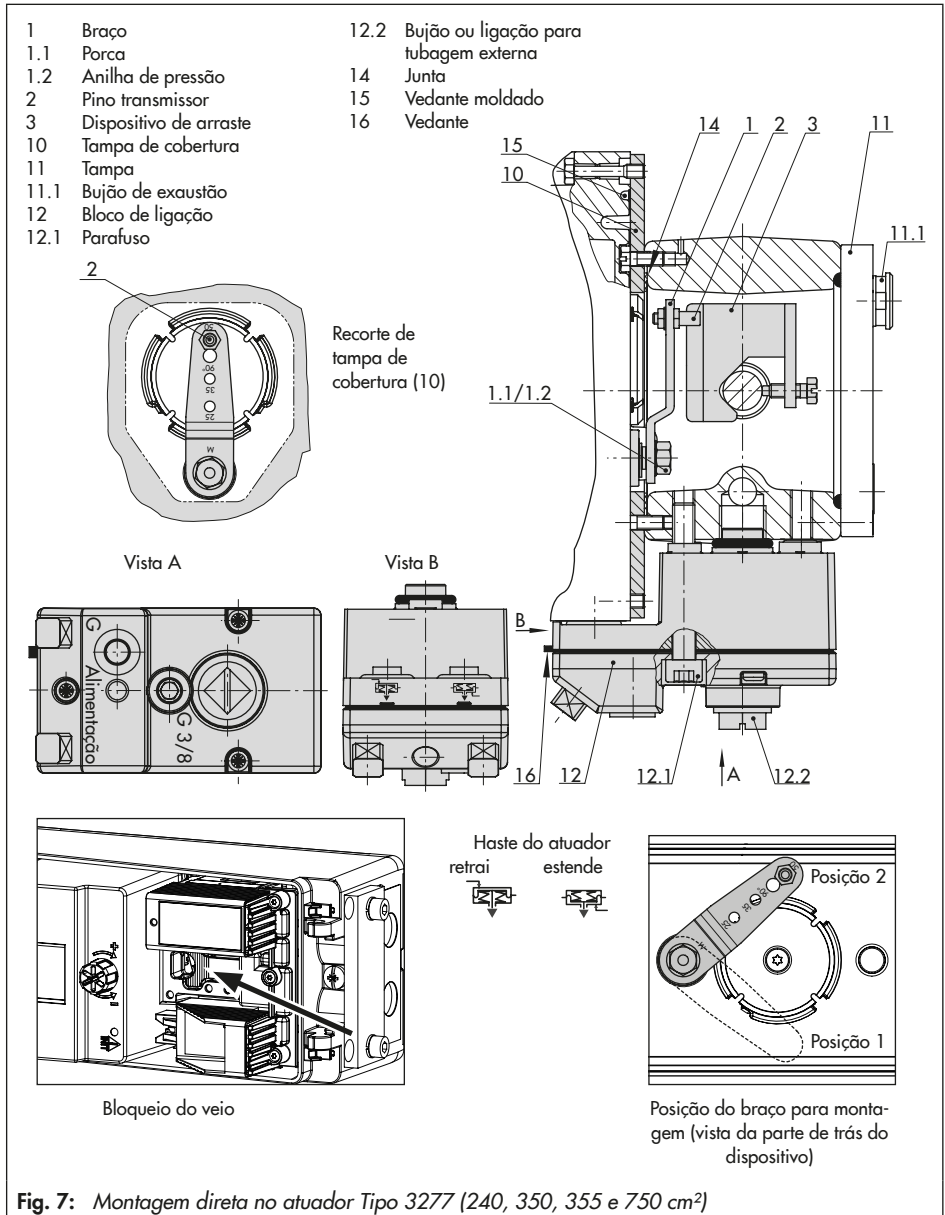

Fig. 7: Montagem direta no atuador Tipo 3277 (240, 350, 355 e 750 cm2)
- Atuadores com 240 a 750 cm2 (Fig. 7)
1. Coloque o dispositivo de arraste (3) na haste do atuador, alinhe e aperte firmemente de modo a que o parafuso de montagem fique localizado na ranhura da haste do atuador.
2. Monte a tampa de cobertura (10) com o lado estreito do recorte direcionado para a ligação do sinal de pressão. Certifique-se de que a junta plana colada (14) fica direcionada para a arcada do atuador.
3. Verifique a posição do pino transmissor (2) no braço M (1). Consulte as tabelas de cursos para o tipo de montagem. Se necessário, altere a posição do pino (consulte a secção 5.2).
4. Insira o vedante moldado (15) na ranhura da caixa do posicionador.
5. Rode o braço no sentido contrário aos ponteiros do relógio até que a força da mola possa ser sentida (posição 1). Continue a rodar o braço para a posição 2 (consulte Fig. 7, canto inferior direito).
6. Prima o fecho do veio (consulte a Fig. 7, canto inferior esquerdo) para manter o braço na posição 2.
7. Coloque o posicionador na tampa de cobertura de forma a que o pino transmissor (2) assente no topo do dispositivo de arraste (3). O braço (1) deve assentar no dispositivo de arraste com a força da mola.
Retire o bujão (12.2, Fig. 7 na página 43) no bloco de ligação e estabeleça uma ligação pneumática à câmara da mola no lado ventilado.